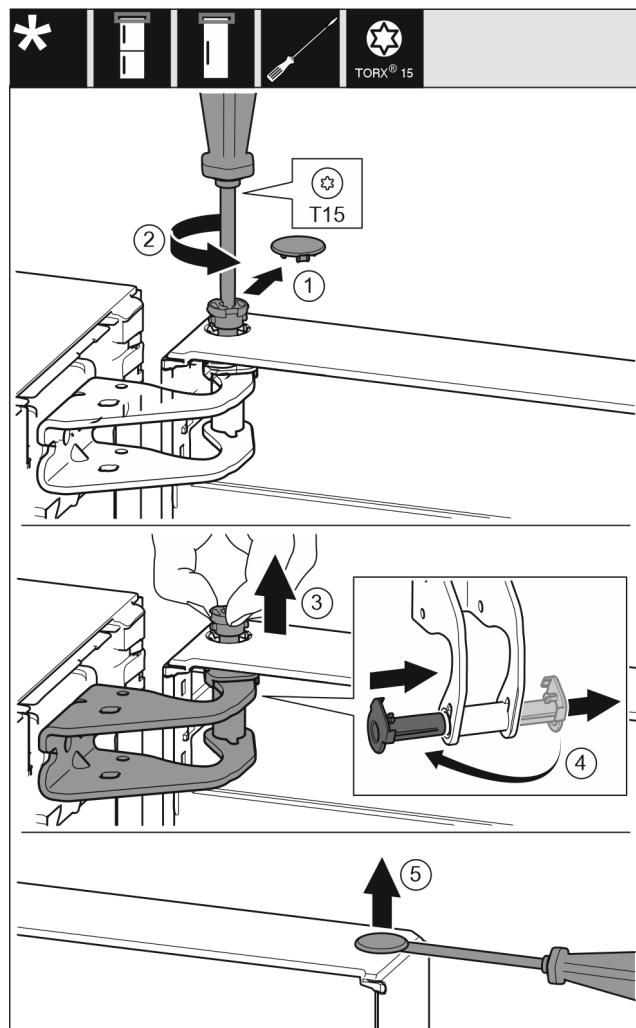

Fig. 9
- Desprindeți cu precauție apărătoarea siguranței. Fig. 9 (1)
- Extrageți puțin bolțul prin rotire cu șurubelnita T15. Fig. 9 (2)
- Tineți ferm ușa și extrageți bolțul cu degetele. Fig. 9 (3)
- Extrageți cuzinetul din ghidaj. Introduceți din partea opusă și fixați în poziție. Fig. 9 (4)
- Ridicați cu precauție dopul din cuzinetul ușii cu o șurubelnită plată și extrageți-l. Fig. 9 (5)